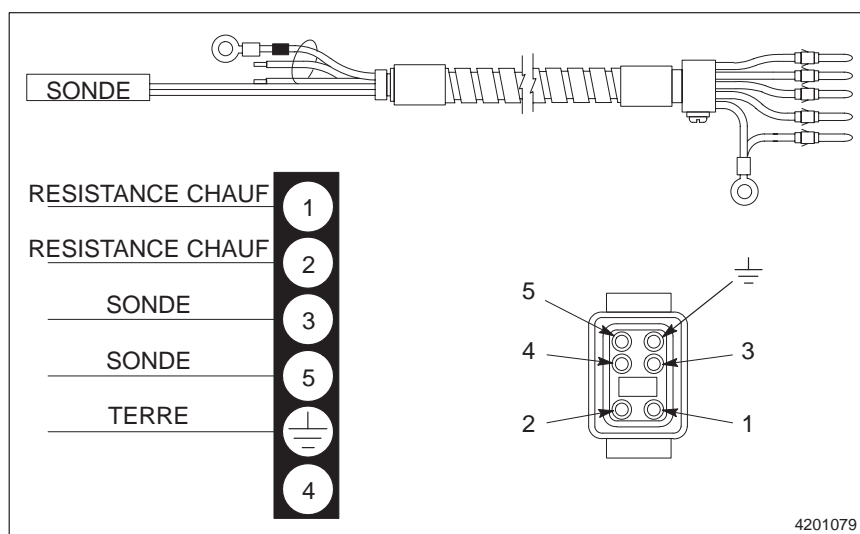

Fig. 5-3 Cordon d'alimentation type d'un pistolet H-200
3. Consulter la figure 5-3. Relier un ohmmètre standard aux broches 1 et 2 du connecteur du cordon.
4. Consulter la figure 5-3. Relier un ohmmètre standard aux broches 3 et 5 du connecteur du cordon d'alimentation.